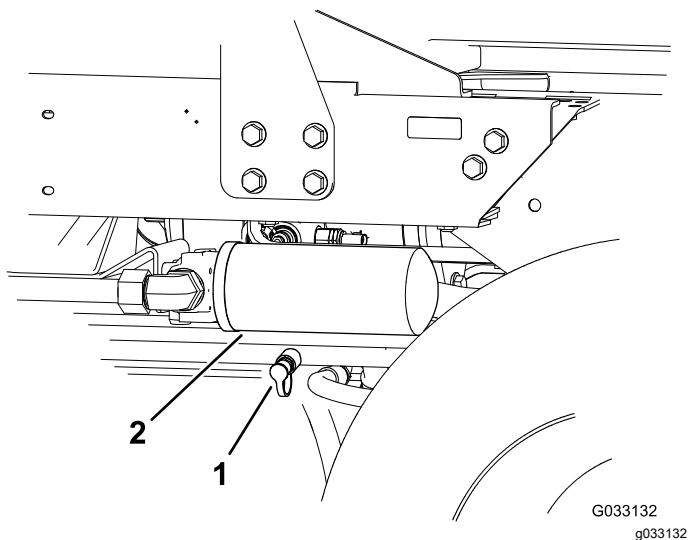

图 44
2. 在安装在后牵引歧管中的诊断接头与后牵引压力测试端口之间连接一根液压软管图 44。